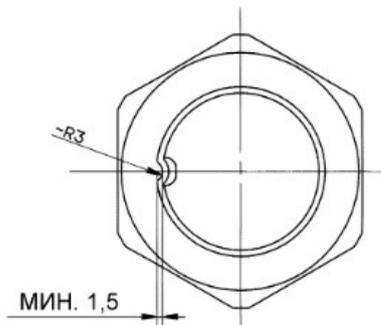

Рис. 6.24. Фиксация стопорной гайки
8. Выполнить протяжку гаек рулевых наконечников с моментом 6..8 кгс*м и гайки крепления сошки с моментом 31,6...33,7 кгс*м. Закернить стопорную гайку, как показано на Рис. 6.24.